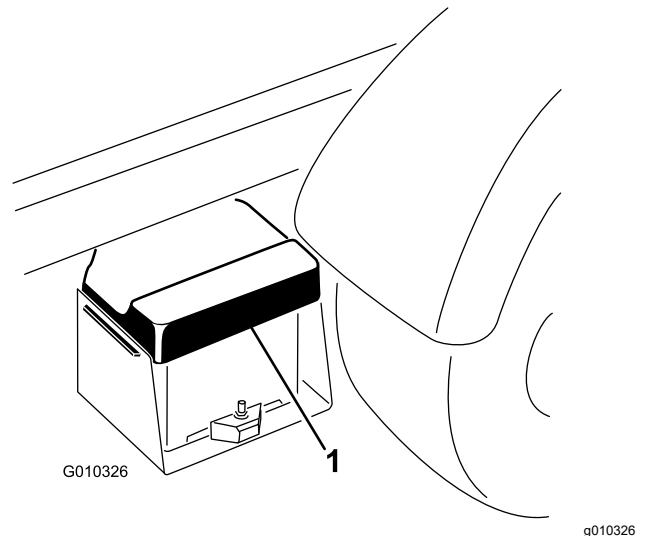

Figura 3
- A. Apriete la tapa de la batería para liberar las pestañas de la base de la batería (Figura 3).
- B. Retire la tapa de la batería de la base (Figura 3).